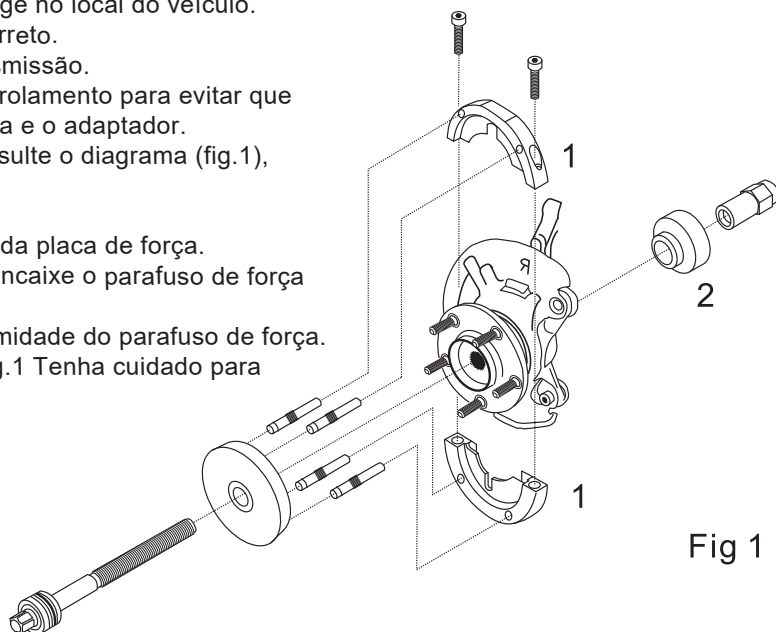

Fig 1
- Monte as garras de remoção (1) no rolamento / flange; consulte o diagrama (fig.1), prenda com os parafusos fornecidos.
- De trás, encaixe o adaptador de extração (1) sobre a extremidade do parafuso de força. Extremidade do colar para o parafuso de força. consulte a fig.1 Tenha cuidado para alinhar os recortes com o sensor de abs.
Fuso roscado extremidade de porca do parafuso força em direção parafuso força - referem-se a fig. 1.
- Fixe a ferramenta montagem com as porcas e os parafusos de fixação. Extremidade roscada longa da porca do parafuso de força na direção do parafuso de força. consulte a fig.1